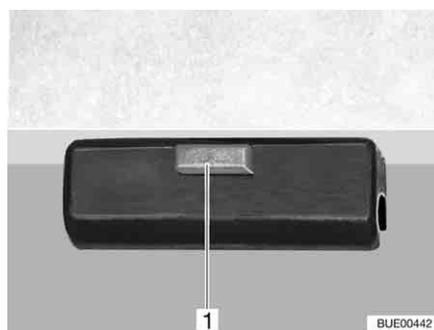

Fig. 95 Dispositif de verrouillage
- Desserrer le dispositif de verrouillage (Fig. 95,1) du plateau de la table.